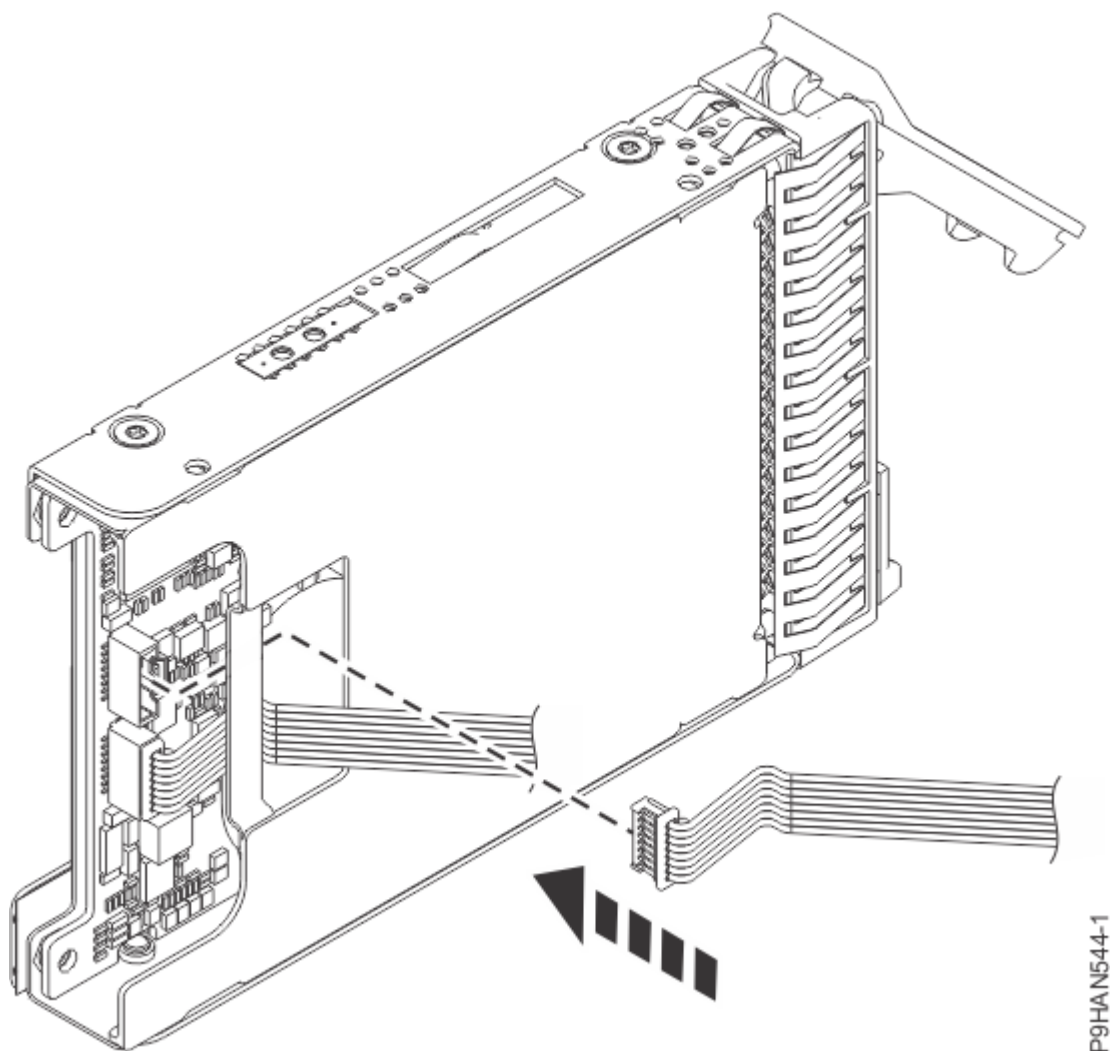

図 20. BPM ケーブルの接続
- c) 21 ページの図 20 を参照してください。BPM を長い方の軸に沿って回転させ、BPM の下部にあるケーブル・コネクタが見えるようにします。